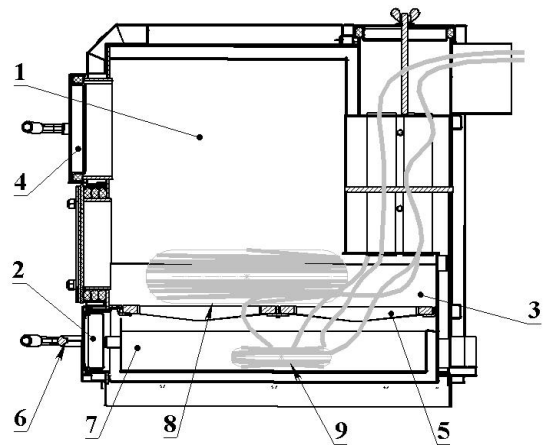

Рис. 9. Розжиг котла на дровах или каменном угле
- Проверить состояние колосниковой решетки 5 (Рис.9) .
• при розжиге котла (Рис.9), если в качестве топлива будут использоваться дрова или каменный уголь, необходимо открыть верхнюю дверцу 4 (повернуть ручку против часовой стрелки), уложить на колосники 5 тонкую бумагу (газету), поверх бумаги положить сухие щепки и дрова 8 (примерно 5-6 небольших поленьев), закрыть дверцу. Открыть нижнюю дверцу 2, выдвинуть зольный ящик 7, уложить в него тонкую бумагу (газету) 9, задвинуть зольный ящик на прежнее место, поджечь в зольном ящике бумагу, закрыть нижнюю дверцу, при этом заслонка на дверце должна быть полностью открыта (переместить ручку 6 до упора вправо).
После того как дрова устойчиво разгорятся необходимо заполнить (но не выше нижней кромки дверцы 4 Рис.9) загрузочную камеру 1 небольшими частями топлива (дровами или каменным углём), при этом необходимо соблюдать особую осторожность при открывании верхней дверцы 4.